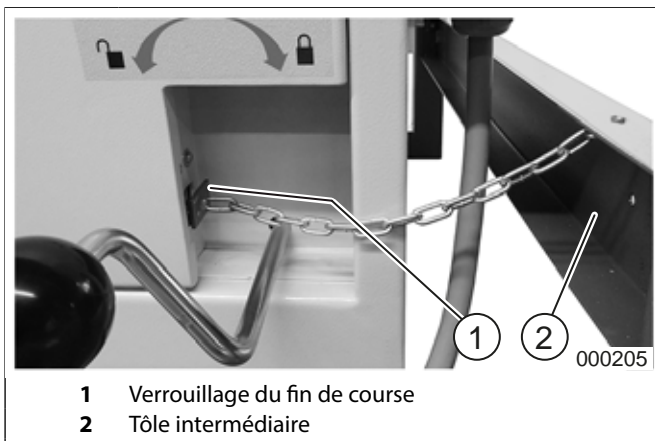

fig. 4 Verrouillage du fin de course
2. Fixer l'extrémité de la chaîne du verrouillage de fin de course (fig. 4/1) fourni avec le compacteur sur la tôle intermédiaire (fig. 4/2) du bâti du destructeur de documents dans l'orifice prévu à cet effet.
3. Introduire l'élément de commande (clé spéciale) du verrouillage du fin de course (fig. 4/1) dans le fin de course sur le compacteur.